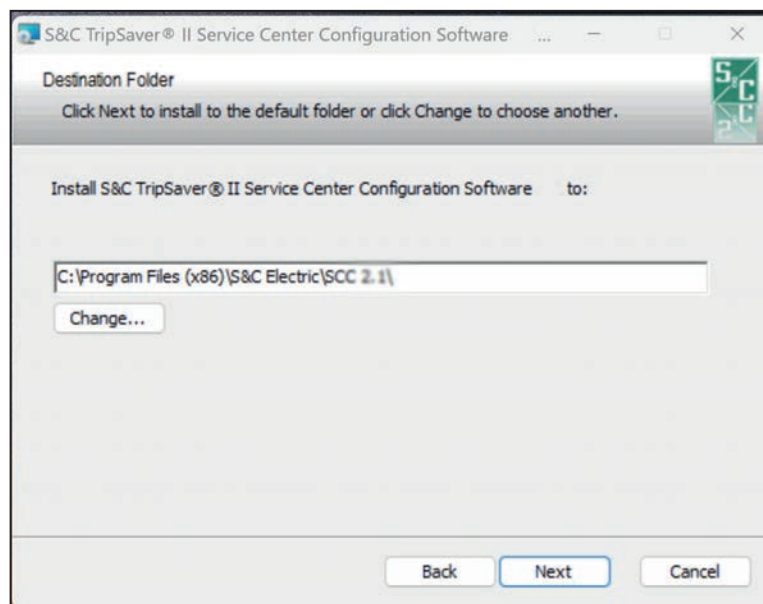

Figura 5. Cuadro de diálogo para seleccionar la carpeta de destino.
- PASO 4.** El próximo cuadro de diálogo en aparecer, le permite seleccionar la carpeta de instalación. Dé clic en el botón **Change (Cambiar)** para seleccionar una carpeta de destino específico, o puede usar la carpeta predeterminada mostrada. Dé clic en el botón **Next** para abandonar el proceso de instalación. Dé clic en el botón **Back (Regresar)** para regresar al paso anterior. Ver la Figura 5.